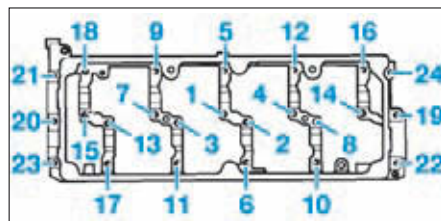

FIG. 71
- Déposer les vis de fixation du carter de palier supérieur d'arbre à cames dans l'ordre de (24) à (1) (Fig.71).
- Serrer les vis du carter supérieur en respectant l'ordre de serrage de (1) à (24) (Fig.71).